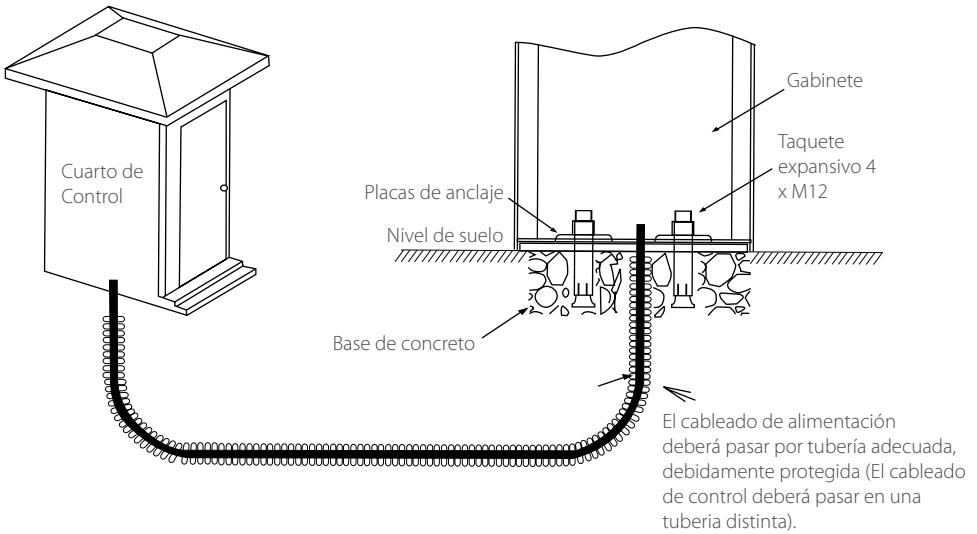

Figura 1-1 Instalación de cableado
- La instalación deberá quedar como en la figura 1-1.